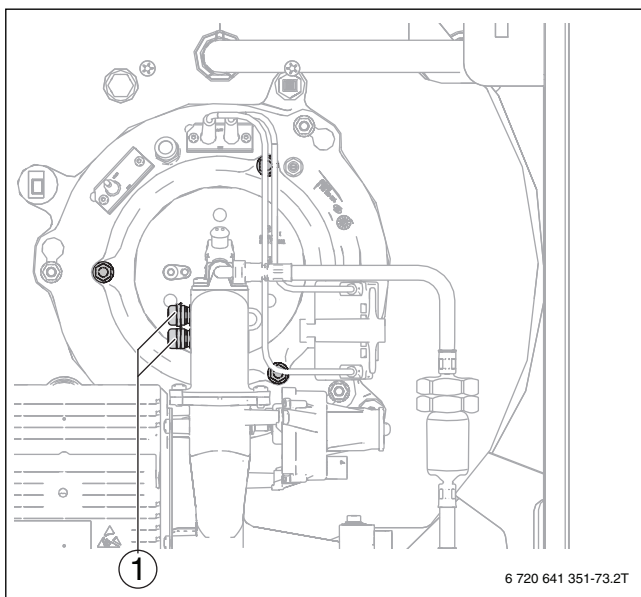

Bild 86 Kabelverschraubungen lösen
- Beide Kabelverschraubungen (→ Bild 86, [1]) lösen.